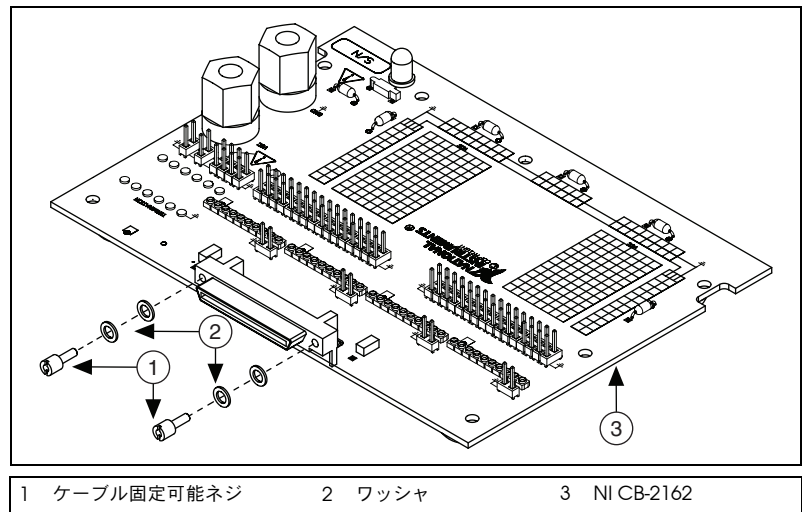

図 10 ジャックネジの DDC コネクタからの取り外し
1. 図 10 に示すとおり、NI CB-2162 の DDC コネクタからケーブル固定可能ネジおよびワッシャを外します。